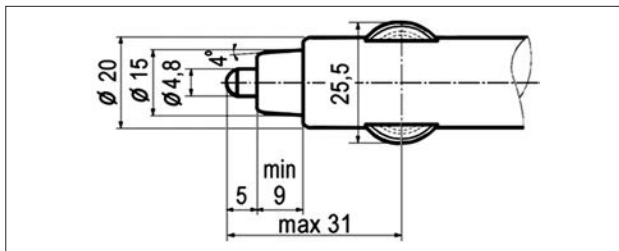

Рис. 18. Вилка для подключения дополнительного электрооборудования
2. Если вилка (разъем) электрического прибора слишком свободно или слишком плотно размещается в розетке, это может привести к плохому контакту или заклиниванию вилки (разъема). Используйте электрические приборы только с вилками (разъемами), указанными на рис.18, или с соединительными элементами, пригодными для использования с разъемами стандарта SAE.